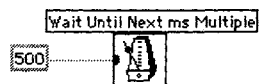

Рис. 8.9
17. Преобразуйте ВП для измерения температуры со скоростью одно измерение в 0,5 с, помещая показанный на рис. 8.9 код в цикл по условию.